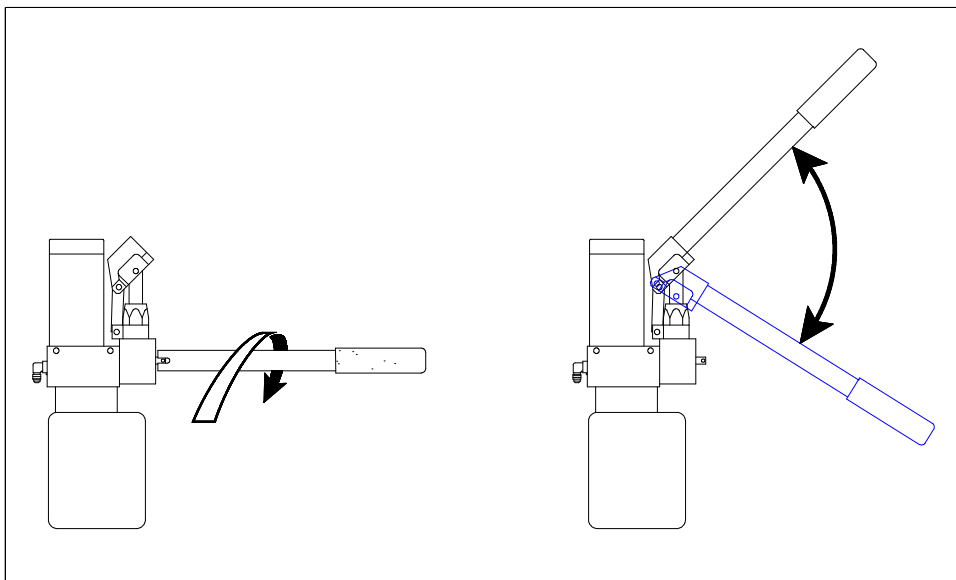

BILD 12: MANUELL RESERVPUMP – HÖJA PLATTFORM
- 1) Se **bild 12**. Kontrollera att pumputlösningensventilen är sluten
- 1) Se **bild 12**. Se till att pumputlösningensventilen är sluten.